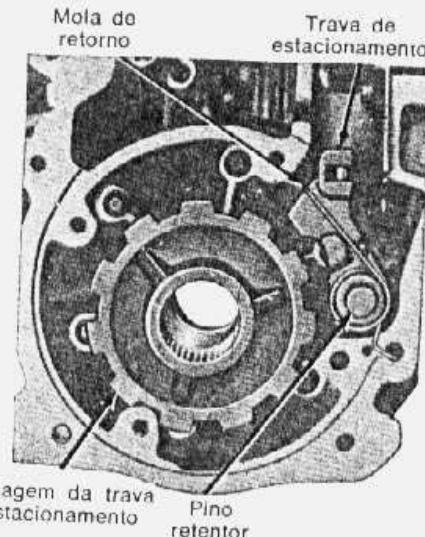
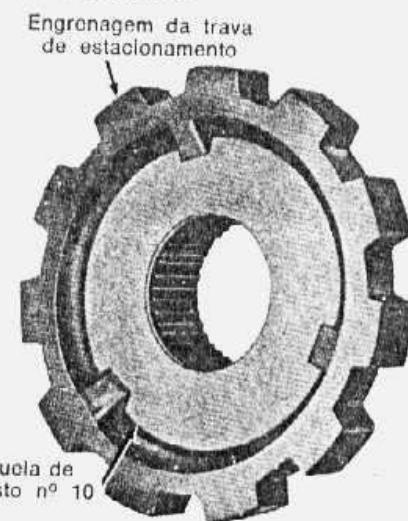

fig. 94 — trava e engrenagem da trava de estacionamento
fig. 95 — localização da arruela de encosto nº 10
4. Instalar, no pino retentor, a trava de estacionamento. Instalar a mola de retorno da trava de estacionamento conforme mostrado na fig. 94.
5. Instalar, na engrenagem da trava de estacionamento, a arruela de encosto nº 10 (fig. 95). Colocar a engrenagem com a arruela de encosto na face traseira da caixa (fig. 94).